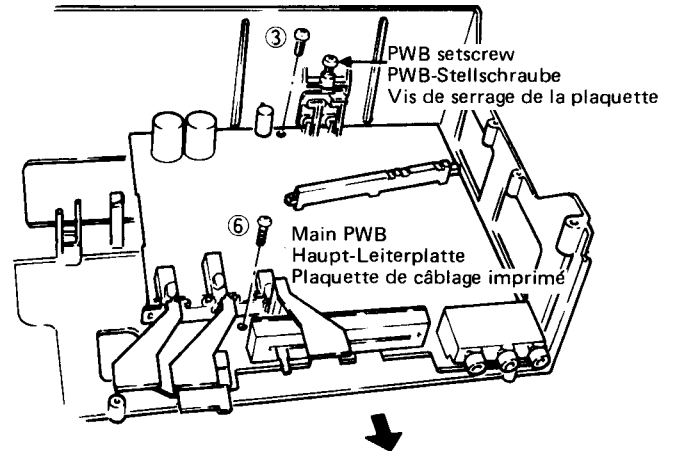
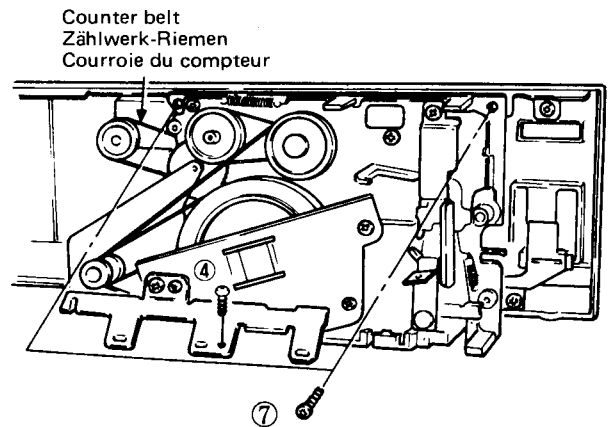

Fig. 5 Abb. 5
Fig. 6 Abb. 6
After top cover is removed, remove two screws ② screw ③ (Fig. 5) and screw ④ (Fig. 6).
After cassette lid is removed, remove five screws ⑤ screw ④ (Fig. 6) and spring attaching S2 to cassette chassis.
6. **Main P.W. Board (Fig. 5)**
7. **Cassette Chassis (Fig. 6)**
Nach Abnehmen der oberen Abdeckung die zwei Schrauben ②, Schraube ③ (Abb. 5) und Schraube ④ (Abb. 6) entfernen.
Nach Abnehmen des Cassettenfachdeckels die fünf Schrauben ⑤, Schraube ④ (Abb. 6) und die Feder, die S2 mit dem Cassettenchassis verbindet, entfernen.
6. **Haupt-Leiterplatte (PWB) (Abb. 5)**
7. **Cassettenchassis (Abb. 6)**
Après avoir déposé le couvercle supérieur, déposer les deux vis ②, la vis ③ (Figure 5), et la vis ④ (Figure 6).
Après avoir déposé le couvercle du logement de la cassette, déposer les cinq vis ⑤, la vis ④ (Figure 6), et le ressort fixant S2 au châssis de la cassette.
6. **Plaquette de câblage imprimé principale (Fig. 5)**
7. **Châssis de cassette (Fig. 6)**